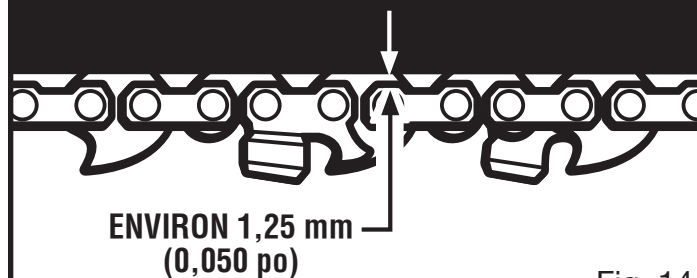

Fig. 14
- Pendant l'utilisation normale, la température de la chaîne augmente. Les maillons d'entraînement d'une chaîne chaude correctement tendue pendent d'environ 1,27 mm (0,050 po) hors de la rainure du guide comme illustré à la figure 14.